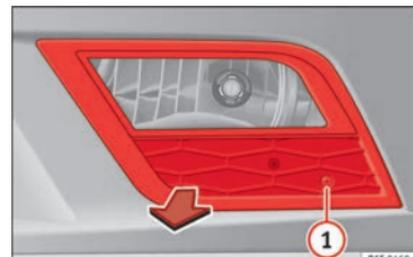

Fig. 95 Faro fendinebbia.
- Rimuovere la vite » **fig. 95** ① dalla griglia del faro antinebbia mediante un cacciavite. »